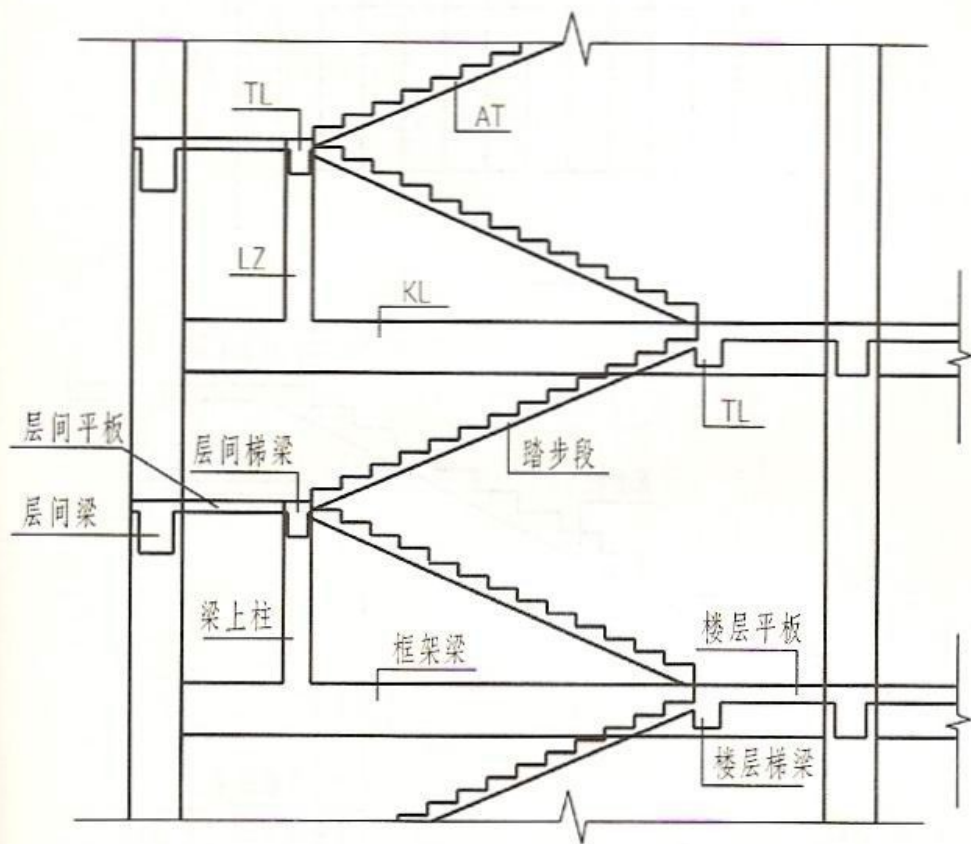

图 7-3 框架结构中的板式楼梯
2、板式楼梯间钢筋计算内容包括：踏步段斜板、梯梁、楼层平板、层间平板（休息平台）以及梁上柱（框架结构）等构件的钢筋，见图 7-3。